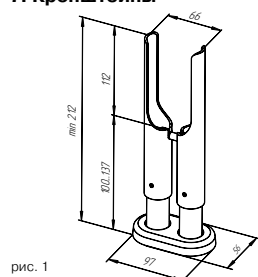

рис. 1
- 6.1. При монтаже радиатора TUBOG необходимо выдержать минимальные расстояния в соответствии с рис. 1. Схемы подключения радиаторов с боковым подключением приведены на рис. 4-7. Оптимальными схемами подключения являются рис. 4-5.